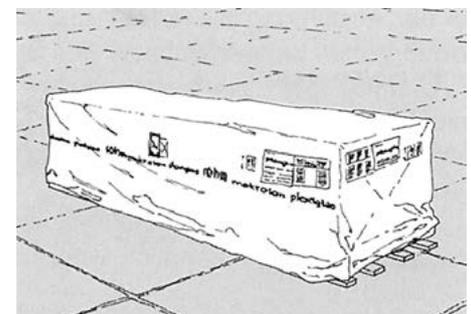

Abb. 7
- Stegplatten nicht direkt auf der Erde lagern – harter Untergrund kann sich eventuell in die Platte eindrücken und sie vorschädigen. Dies kann später nach dem Einbau zu Rissen führen (siehe Abb. 7).